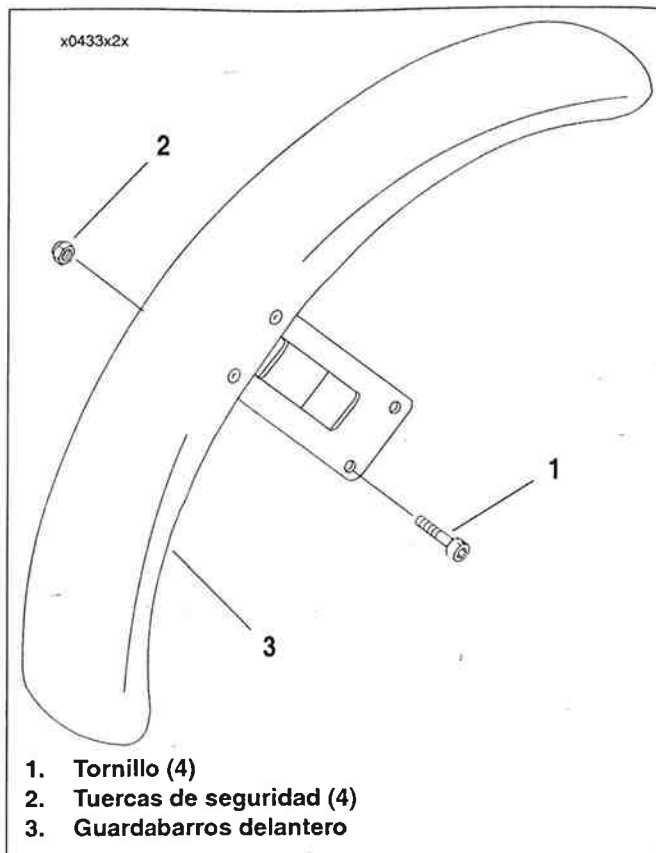

Figura 2-154. Guardabarros delantero
1. Vea la Figura 2-154. Quite los cuatro tornillos con cabeza de casquillo (1) y tuercas de seguridad (2) para separar el guardabarros delantero (3) de los deslizadores delanteros.
1. Vea la Figura 2-154. Cuidadosamente coloque el guardabarros delantero (3) entre los deslizadores derecho e izquierdo de la horquilla delantera.
2. Sujete el guardabarros con los cuatro tornillos con cabeza de casquillo (1) y tuercas de seguridad (2). Apriete las tuercas de seguridad a 10,9-17,6 N·m (96-156 **lb-pulg.**).